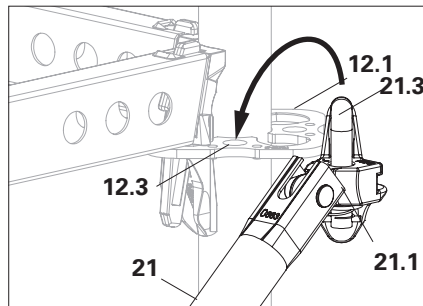

Fig. A4.03a
1. Spingere la testa della diagonale (21.1) con il perno sollevato (21.3) sulla rosetta superiore (12.1). (Fig. A4.03a)